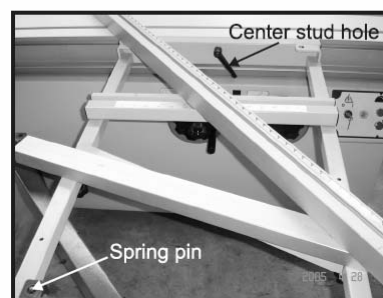

Fig. 48
1. Установите линейку для поперечных распилов по отверстию центрального пальца поверх пружинного штифта (см. рис. 48).